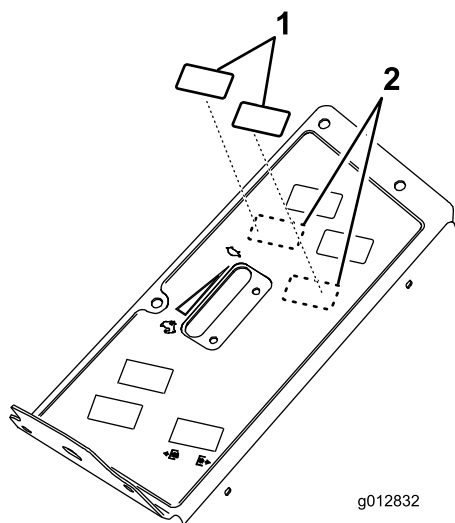

Figura 28
7. Individuate e togliete i 2 tappi dalla parte superiore della plancia (Figura 28).